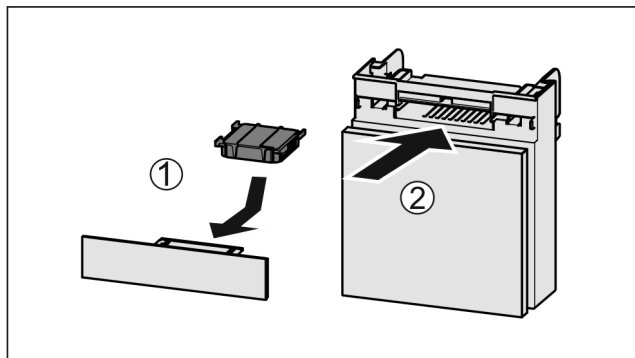

Fig. 171
- Поставете Fig. 171 (1) филтъра с активен въглен, както е показано на фигурата.
- Вкарайте Fig. 171 (2) отделениято.